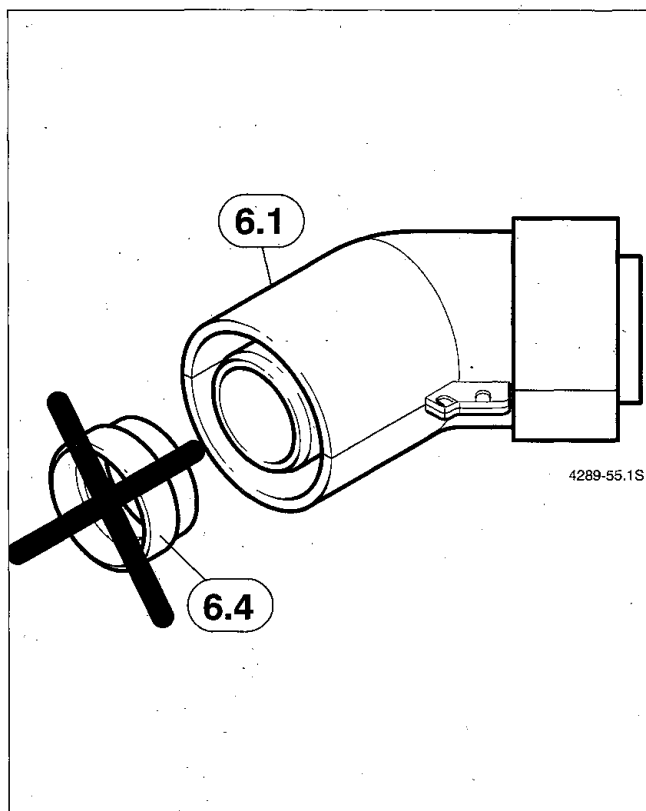

Bild 37
8.2 Einbau des Versatzbogens AZ 201 an der Gas-Kesseltherme ZR/ZWR 18, 24-3/4 AE, ZSR/ZWR 18, 24-5 AE mit Doppelrohrverlängerung (42)
- Auf dem Versatzbogen (6.1) darf keine Dichtung montiert werden! (Bild 37).